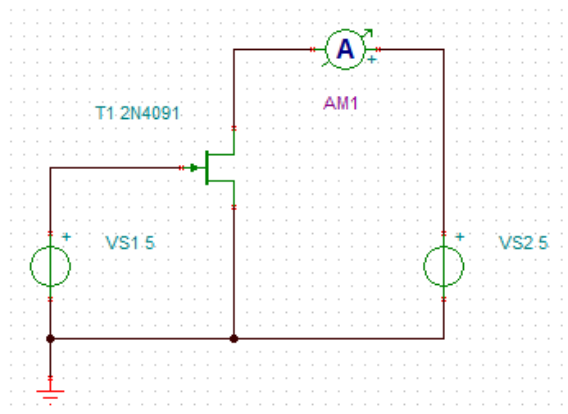
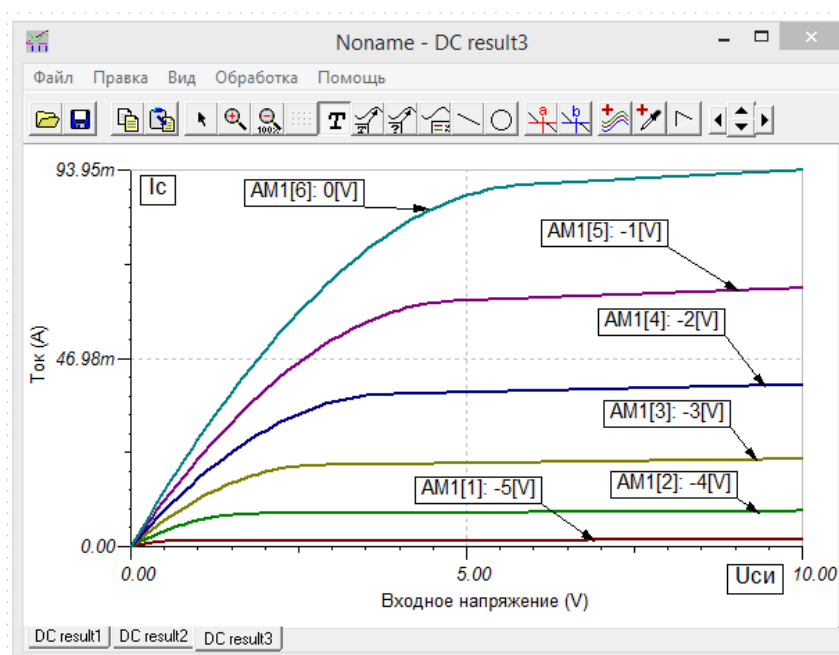

Рисунок 5.8 – Схема исследования полевого транзистора
Рисунок 5.10 – Выходная характеристика полевого транзистора
2. Собрать схему исследования полевого транзистора (рисунок 5.8).
3. В схеме (рисунок 5.8) переменным параметром выбрать напряжение затвор-исток (V_{S1}). Установить *Начальное значение* и *Конечное значение* в соответствии с типом транзистора. *Количество случаев* = 6. Провести исследование полевого транзистора *Анализ – Анализ постоянного тока – Анализ переходных характеристик постоянного тока*. Установить при этом следующие значения для V_{S2} – *Начальное значение* = 0 В, *Конечное значение* выбрать по типу транзистора. Семейство выходных характеристик (рисунок 5.10) в программе легко получить для широкой номенклатуры транзисторов, имеющейся в каталоге программы.